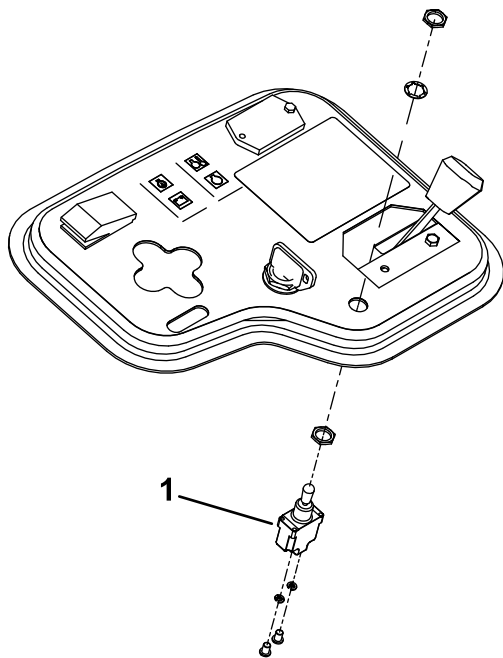

Figur 4
1. För en Reelmaster 3100-maskin monterar du lampfästena på fotstödet framsida med fyra sexkantsflänsskruvar (5/16 x 3/4 tum) och fyra låsmuttrar (5/16 tum). Se Figur 4.
2. För en Groundsmaster 3500-maskin monterar du lampfästena på fotstödet framsida med två sexkantsflänsskruvar (5/16 x 3/4 tum), två låsmuttrar (5/16 tum) och det befintliga fästelementet och distansbrickan. Se Figur 4.
3. Montera de två lamporna på fästena med två skruvar (5/16 x 1/2 tum) och två låsmuttrar (5/16 tum). Se Figur 4.